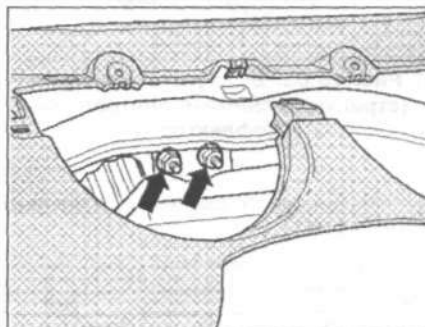

Рис. 13.56. Открутите гайки (стрелки).
9. Открутите гайки (стрелки) (рис. 13.56).